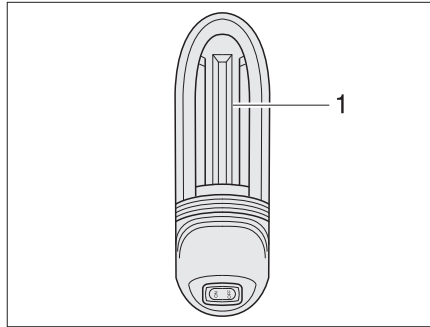

Bild 399 Garagebelysning
- Skjut lampans skydd (Bild 399,1) uppåt och ta av det.